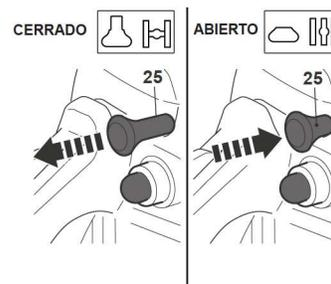

Fig. 20a
1. Tirando completamente de la palanca de ahogue (25) (Fig. 20a), el paso de combustible a ahogue se encuentra ahora en la posición CERRADO y el acelerador se encuentra en la posición de conmutación rápida.